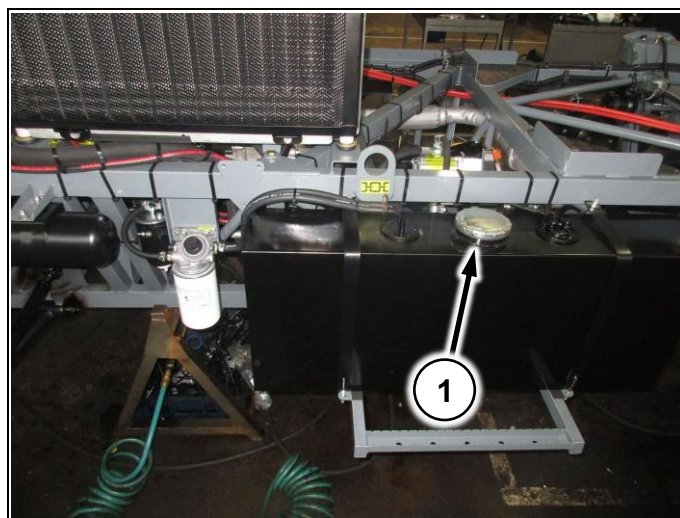

Рис. 81
- 2 Открутите крышку топливного бака (Рис. 81/1)